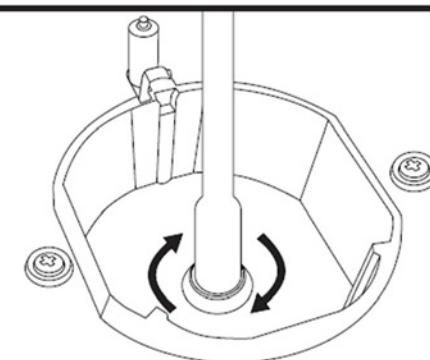
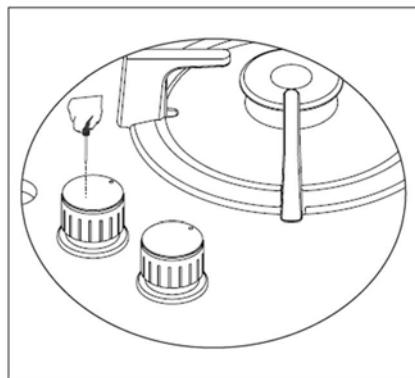
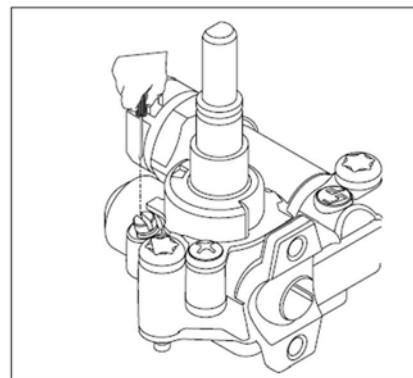

Рис. 3
Рис. 4
Рис. 5
5. Закрепите варочную поверхность на столешнице при помощи скоб и шурупов, поставляемых в комплекте (рис.3 и рис.4).
6. В случае если установка духового шкафа не предусмотрена и есть свободный доступ к нижней части варочной поверхности, то в данном случае необходимо использовать деревянную панель, расстояние между прибором и панелью должно составлять минимум 30 мм. (рис.5).
7. Если прибор устанавливается в непосредственной близости от стены, минимальное расстояние между стеной и прибором должно составлять минимум 50 мм. (рис.5)
3. Выкрутите жиклер (Рис. 3) и замените на подходящий. Снимите ручку управления, соответствующую данной конфорке (Рис. 4), отрегулируйте положение регулировочного винта, который находится в центре газового крана (Рис. 5). Используйте отвертку подходящего размера.